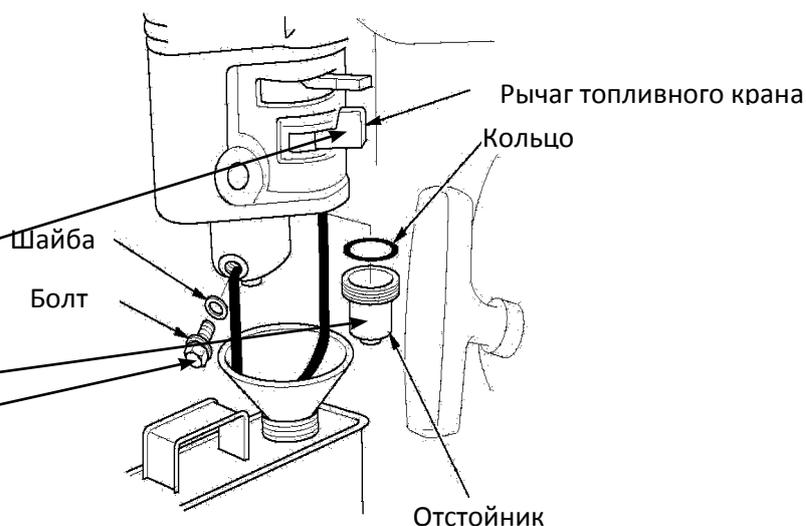

Рис.15
ОЧИСТКА ФИЛЬТРА-ОТСТОЙНИКА КАРБЮРАТОРА (Рис.15)
1. Установите топливный рычаг в положение Off (закртыо)Рис. 15